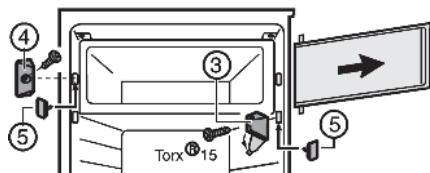

Fig. 2
- ▶ Ouvrir le cache du support d'appui Fig. 2 (3).
- ▶ Dévisser le support d'appui Fig. 2 (3) avec la porte du compartiment.
- ▶ Dévisser l'élément de fermeture Fig. 2 (4).
- ▶ Boucher les trous à l'aide des bouchons Fig. 2 (5) fournis.